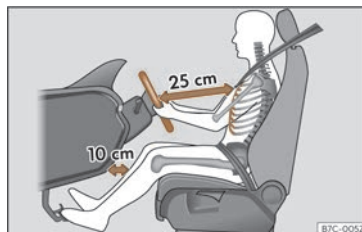

Fig. 6 La distance correcte entre le conducteur et le volant doit être de 25 cm minimum (10 pouces).
- Réglez le volant de sorte qu'il se trouve à une distance d'au moins 25 cm (10 pouces) du sternum»» **fig. 6** et que vous puissiez le tenir à deux mains sur les côtés, à l'extérieur, les bras légèrement fléchis.
- Réglez le siège dans la longueur de manière à pouvoir actionner à fond les pédales avec les genoux légèrement fléchis et de manière à laisser une distance d'au moins 10 cm (4 pouces) entre les genoux et le combiné d'instruments»» **fig. 6.**